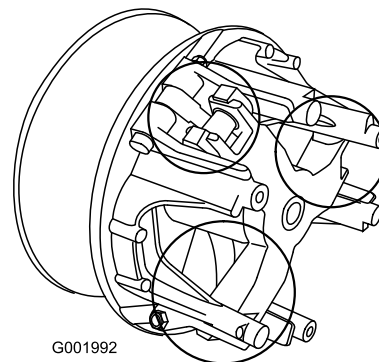

Figura 60
5. Lubrifique as peças móveis nas áreas assinaladas com um círculo em Figura 60 utilizando o Dry Lubricant Spray da Toro, disponível no revendedor ou distribuidor autorizado Toro.